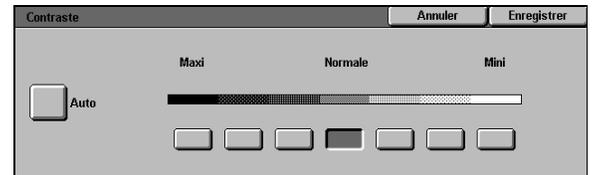

Figure 24 : Écran Contraste
- 1 Appuyez sur **Contraste** dans l'onglet Qualité image afin d'afficher l'écran correspondant (voir la figure 24).